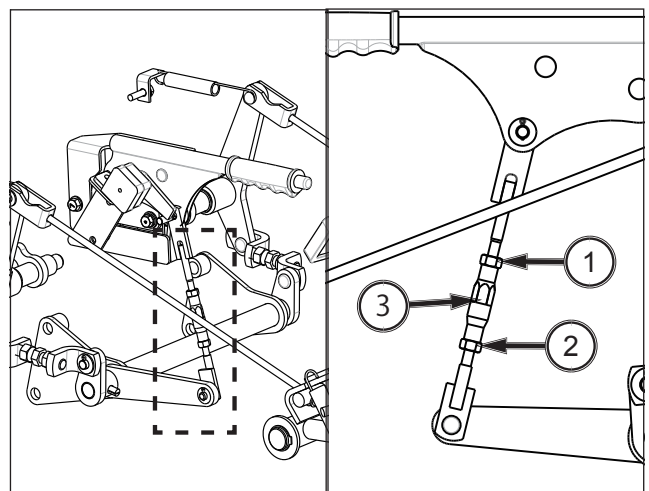

ABB. 116
ABB. 116 und 117: Das Kupplungspedalspiel in regelmäßigen Abständen überprüfen und bei Bedarf nachstellen. Das korrekte Kupplungspedalspiel (A) beträgt 20 bis 30 mm und wird wie abgebildet am Ende des Pedals (1) gemessen.